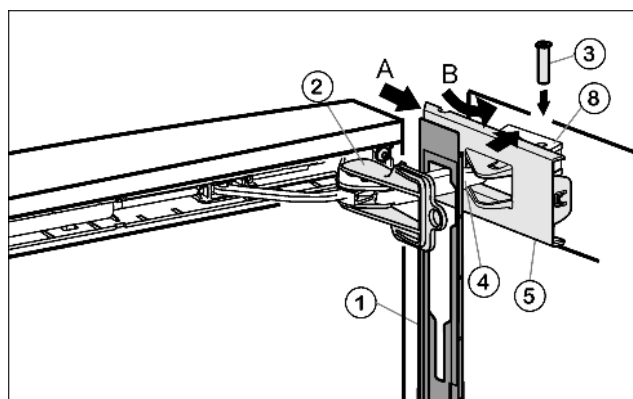

Fig. 18
- ▶ Навесьте накладку Fig. 18 (1) на амортизационную скобу Fig. 18 (4) таким образом, чтобы передние защелки показывали во внутрь, а передняя сторона была направлена к устройству.
- ▶ Отодвиньте (A) крышку Fig. 18 (5) снаружи и поверните (B) через опорную деталь Fig. 18 (8).
- ▶ Установите крышку Fig. 18 (5) и защелкните ее до первого фиксатора.
- ▶ Притяните амортизационную скобу Fig. 18 (4) к опорной детали и сверху вставьте палец Fig. 18 (3) таким образом, чтобы квадратная головка сидела в углублении.
- ▶ Теперь полностью защелкните крышку Fig. 18 (5) на опорной детали Fig. 18 (8).
- ▶ Выкрутите фиксатор Fig. 18 (2).
- ▶ Защёлкните накладку Fig. 18 (1) на дверце.